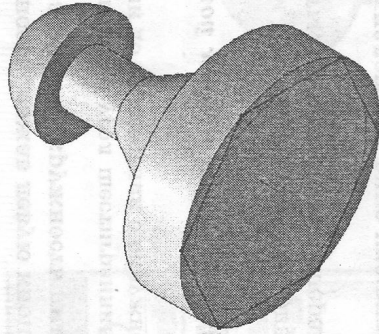

Рис. 33
- 2 способ.** На панели инструментов твердотельного моделирования нажмите кнопку  — **Вращать вид** и, зажав левую кнопку мыши на детали, поверните ее таким образом, чтобы было видно нижнее основание цилиндра. Активируйте его, щелкнув на ней мышкой. Плоскость окрасится в зеленый цвет. Задайте  и получите плоскость, на которой будете чертить эскиз шестигульника (рис. 33).